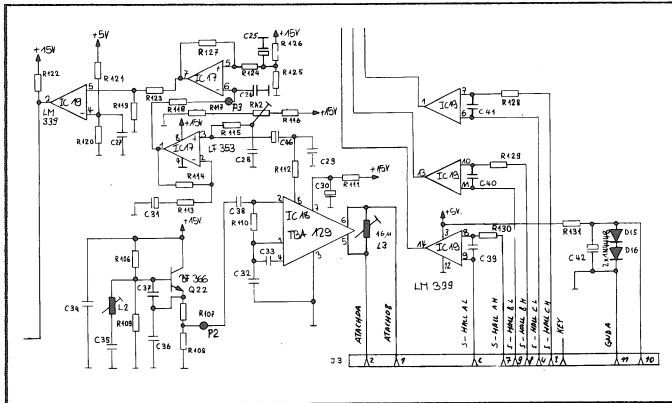

Fig. 11
- Hall-Element, dies meldet die Position des Rotors (IC 19, Fig. 11), via Steckerbuchse (J3).